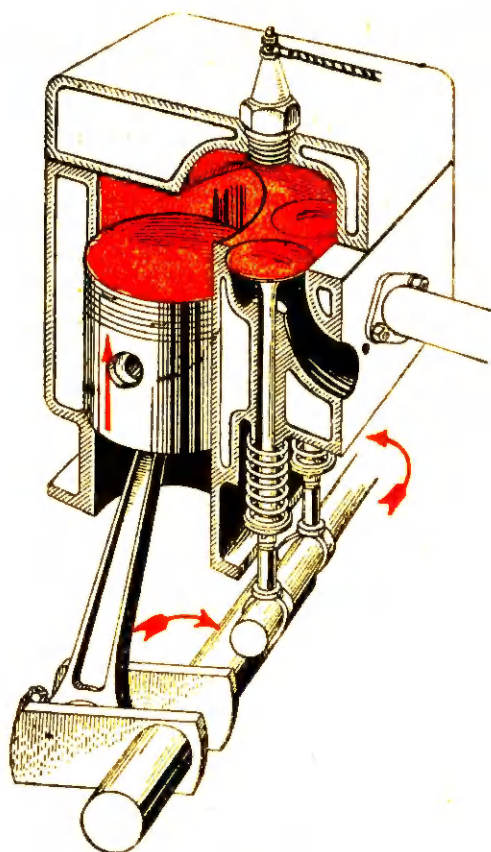
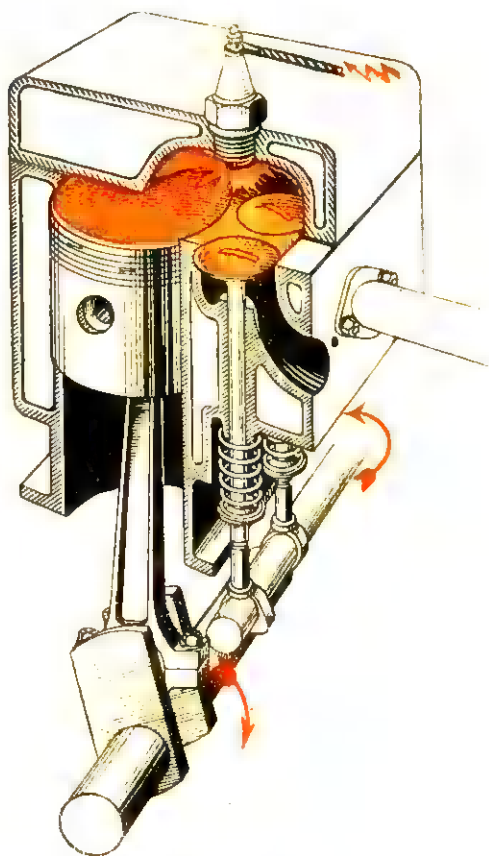

Рис. 4. Сув стиску.
Рис. 5. Запал.
2. **Сув стиску або компресія**. Обертаємо корбою далі в тім самим напрямі. Толоч рухається вгору, обидва хлипаки зачинені (рис. 4). Толоч стискає зассану в першому суві суміш в дуже малий простір між толоком і головою циліндра. Суміш нагрівається до 200°C і осягає тиск 7 до 12 атмосфер. В горішньому мертвому положенню толока (рис. 5) електрична іскра запалює суміш, яка вибухає.